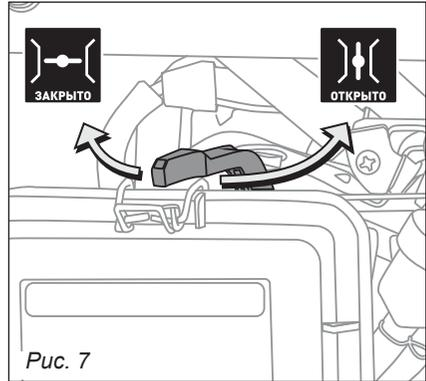

Рис. 7
- Поверните рычаг воздушной заслонки в положение «ЗАКРЫТО» (рис. 7).